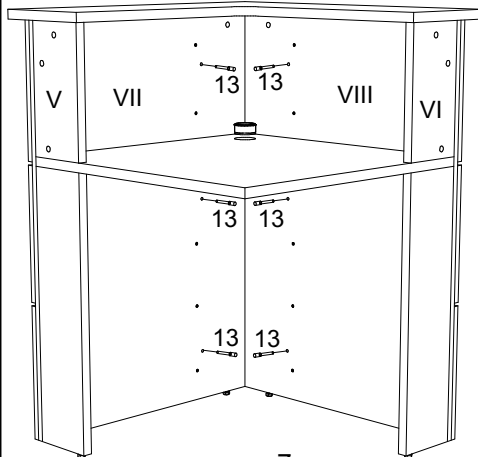

рис. 7
Установить верхнюю столешницу с коробом и закрепить, поворачивая эксцентрики в передних панелях (VII, VIII) и стойках (V, VI) по часовой стрелке. Левый (XI) и правый (XII) бока короба к передним панелям крепить при помощи конфирматов 7x50 (13). В столешницу (II) заглушку для проводов (12) (рис. 7).